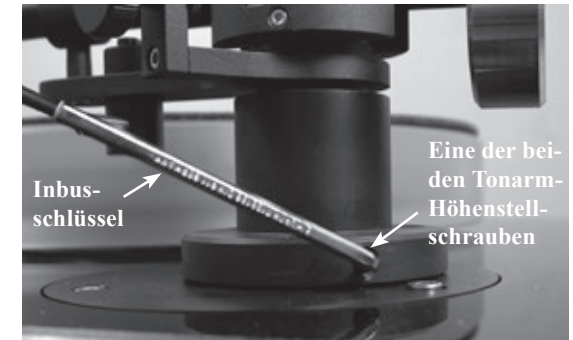

Abbildung 31
2. Nachdem der Tonarm in der Ruhehalterung gesichert worden ist, lockern Sie vorsichtig die beiden Stellschrauben, wobei Sie das hintere Ende des Tonarmes unterstützen. Positionieren Sie den Tonarm neu unter Verwendung der im vorhergehenden Schritt gemachten Feststellungen. Ziehen Sie eine der Stellschrauben vorläufig an. Siehe Abbildung 31.